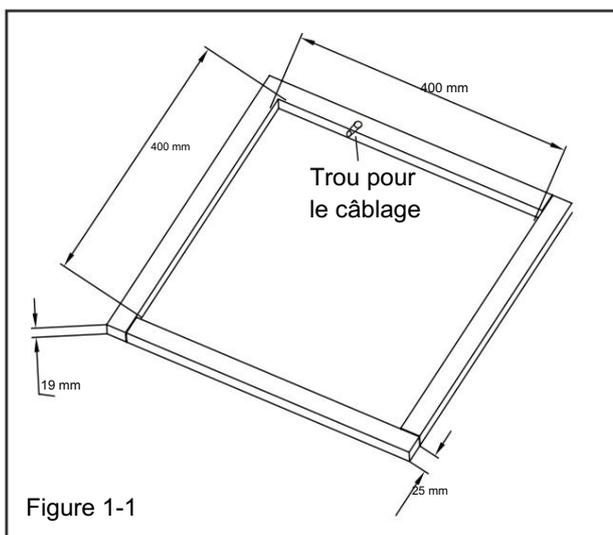

Figure 1-1
Si vous n'utilisez pas d'aération de toit, vous devez découper une nouvelle ouverture (voir Figure 1-1) dans le toit de votre véhicule. Soyez prudent lorsque vous coupez l'ouverture du plafond, car si l'ouverture du plafond est recouverte de moquette, des coutures peuvent se produire. Une fois que l'ouverture de la toiture et le plafond intérieur ont atteint les bonnes dimensions, une structure porteuse doit être placée entre le sommet extérieur de la toiture et le plafond intérieur :
2. Il doit être capable de maintenir la surface extérieure du toit et le plafond intérieur séparés et de les soutenir, de sorte que lorsque le climatiseur de toit et l'ensemble plafond sont vissés ensemble, aucun effondrement ne se produise. Un cadre de support typique est illustré à la figure 1-1.